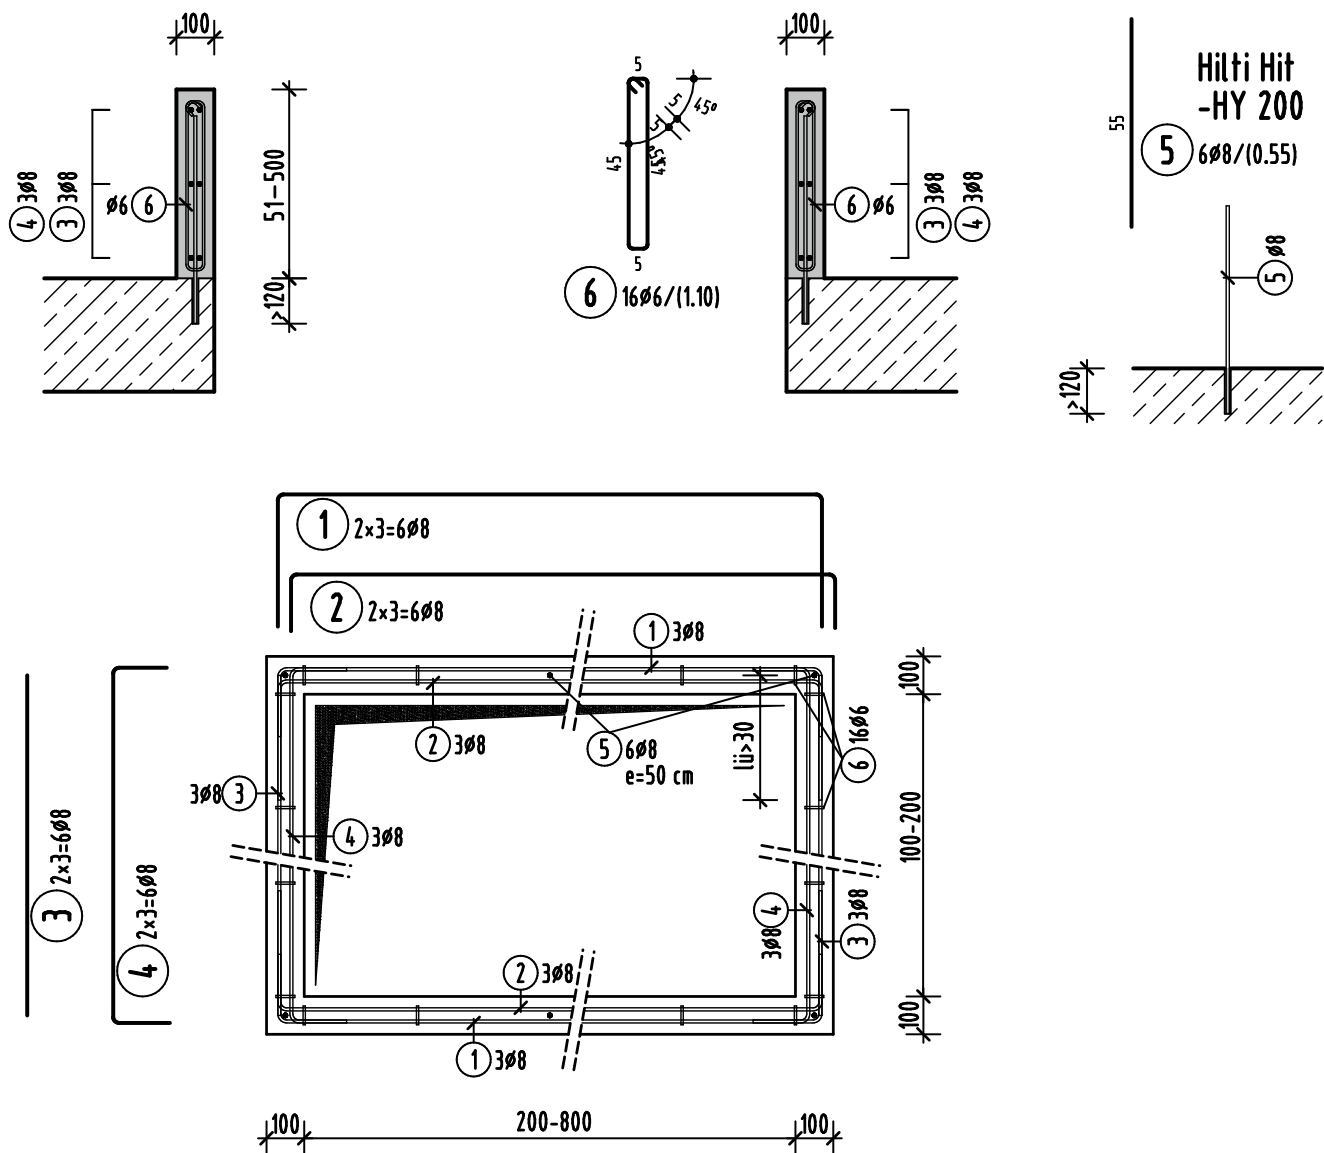
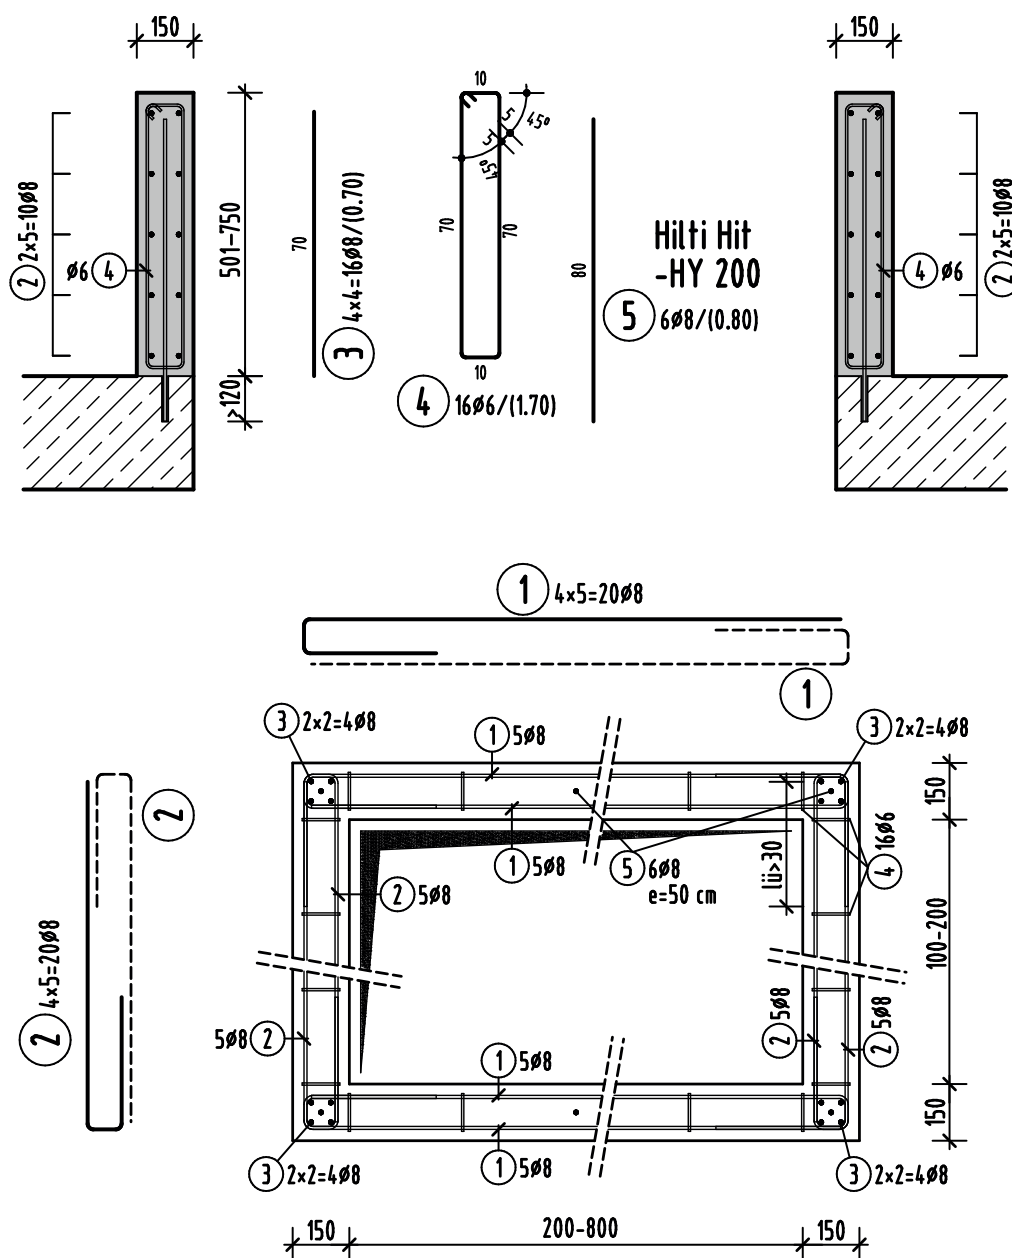

Abb. 16: Bewehrungsplan Betonsockel, Höhe 51 - 500 mm
Abb. 17: Bewehrungsplan Betonsockel, Höhe 501 - 750 mm
| ④ Deckenverbindung, Details Abb. 16 | |
2. ▶ Betonsockel ② entsprechend Bewehrungsplan, siehe Abb. 16 und Abb. 17 herstellen.